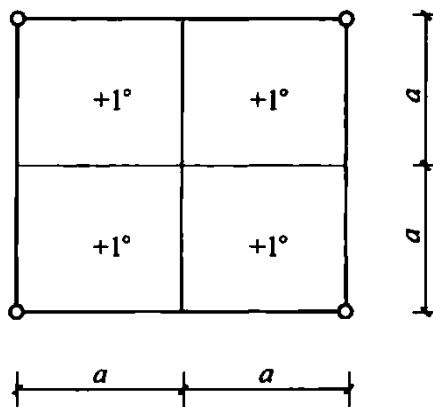

图 1 原结构
3. 已知图 1 所示各杆长均为 a , EI 为常数, 截面为矩形, 截面高度 h , 线膨胀系数 α , 当内部温度升高 1°C , 外面温度不变时, 试作弯矩图。